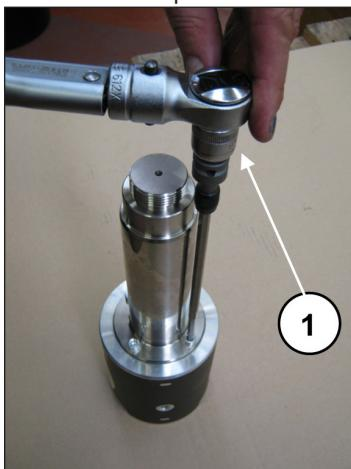

Fig. 40
Bloquear la guía del pistón con la herramienta específica y apretar los tornillos con la llave dinamométrica (pos. ①, Fig. 40) como se indica en el capítulo 3.